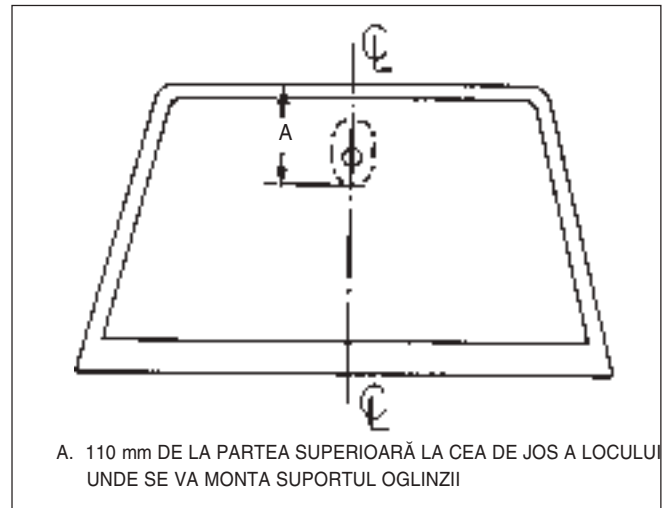

Fig. 14 Determinarea locului suportului oglinzii
- 1) Distanța de la partea de sus până în partea de jos a locului unde va fi montată oglinda (fig. 14).